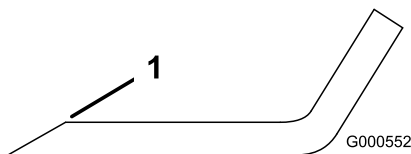
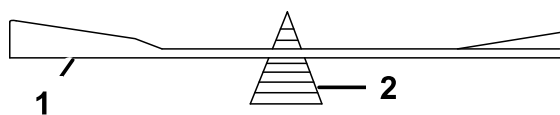

Figura 51
Figura 52
- Utilice una lima para afilar el filo de corte en ambos extremos de la cuchilla (Figura 51). Mantenga el ángulo original. La cuchilla permanece equilibrada si se retira la misma cantidad de material de ambos bordes de corte.
- Verifique el equilibrio de la cuchilla colocándola sobre un equilibrador de cuchillas (Figura 52). Si la cuchilla se mantiene horizontal, está equilibrada y puede utilizarse. Si la cuchilla no está equilibrada, rebaje algo el metal en la parte de la vela solamente con una lima (Figura 51). Repita este procedimiento hasta que la cuchilla esté equilibrada.